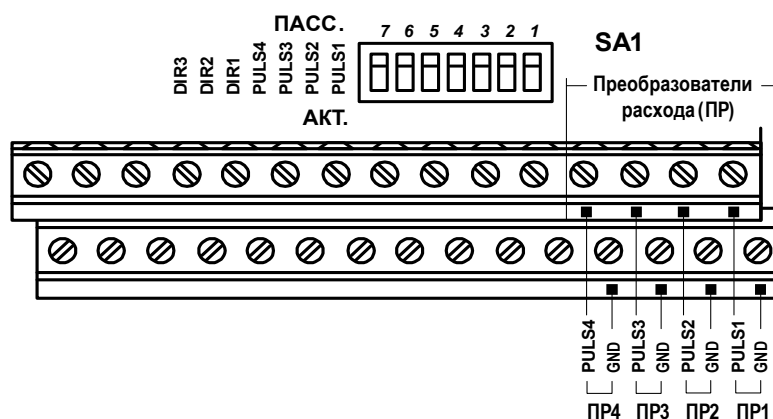

Рис.22. Маркировка коммутационных элементов подключения ПР.
7.5.2.1. Входы предназначены для подключения датчиков расхода с выходным частотным либо импульсным сигналом. Маркировка коммутационных элементов для подключения ПР показана на рис.22.